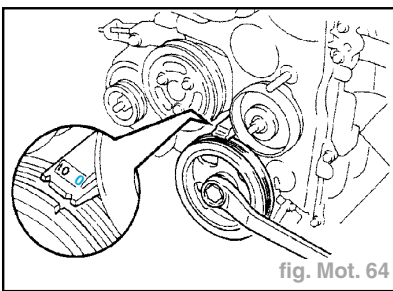

fig. Mot. 64
- Faire tourner la poulie de vilebrequin et aligner son encoche sur le repère de distribution "0" du couvercle de chaîne de distribution (fig. Mot. 64).